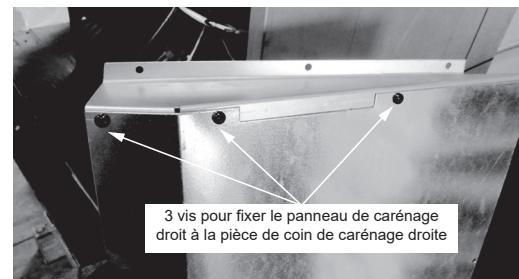

Figure 22.5
8. Assemblez le coin droit du panneau de carénage et le panneau de carénage droit à l'aide de 3 vis (**Figure 22.5**).